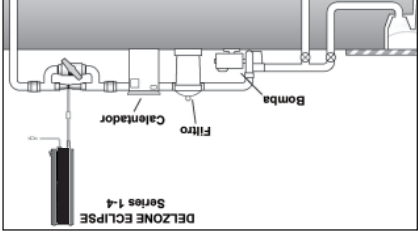

Figura 2 Ubicación del montaje del múltiple del inyector
2D-1. Conexión de cañerías del múltiple del inyector: El múltiple del inyector se debe instalar en la línea de retorno principal de la piscina después de todos los demás equipos (bomba, filtro, calentador y limpiador). La Figura 2 muestra la instalación más básica. Para la instalación con desinfectantes adicionales y limpiadores de piscinas, consulte al Servicio técnico de DEL (vea la sección 4E).
3. Ajuste la válvula del múltiple del inyector (si corresponde) a semi abierta (45°), tal como se muestra en la Figura 2.